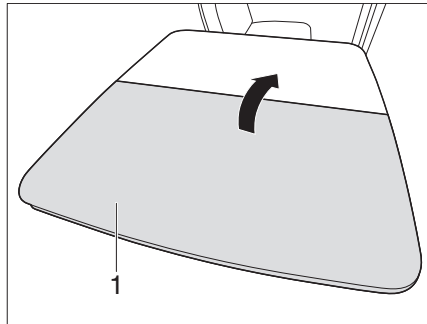

Fig. 115 Rabattre la table pliante
- Rabattre la moitié de table (Fig. 115,1).